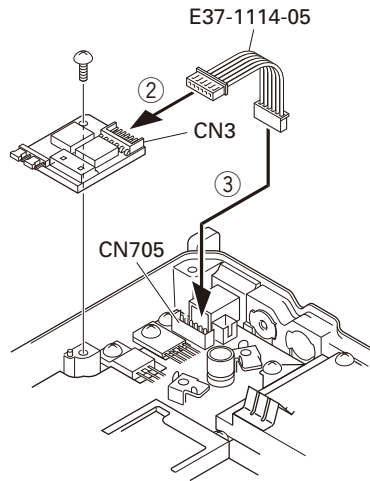

Fig. 2-2 / 图 2-2
3. Remove the 6-pin jumper connector inserted in the TX-RX unit (A/2) connector (CN705). (①)
4. Insert one side of the lead wire with connector (E37-1114-05) into the relay unit connector (CN3) (②) and the other side into the TX-RX unit (A/2) connector (CN705) (③).
5. Place the relay unit at the position shown in Figure 2-2 and secure it to the chassis with a screw.
3. 取出插入 TX-RX 单元 (A/2) 连接器 (CN705) 的 6 针跳线连接器。 (①)
4. 将带有连接器的导线 (E37-1114-05) 一端插入中继单元连接器 (CN3) (②), 另一端插入 TX-RX 单元 (A/2) 连接器 (CN705) (③)。
5. 将中继单元放置在如图 2-2 所示的位置, 然后用螺丝将其固定到底座。